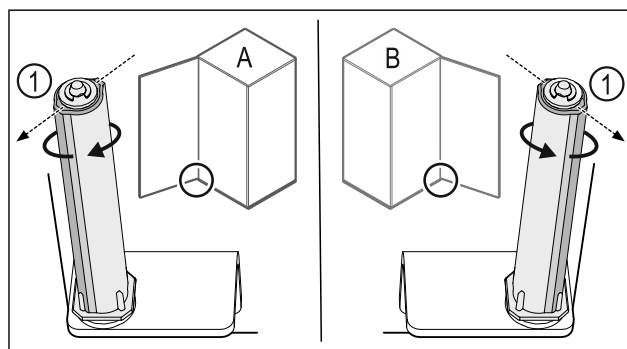

Fig. 46 Kreisais atbalsts (A) / labais atbalsts (B)
- Grieziet slēgšanas sistēmu pret pretestību, līdz slēgšanas sistēmas balstiņš Fig. 46 (1) ir vērsts uz augšu.